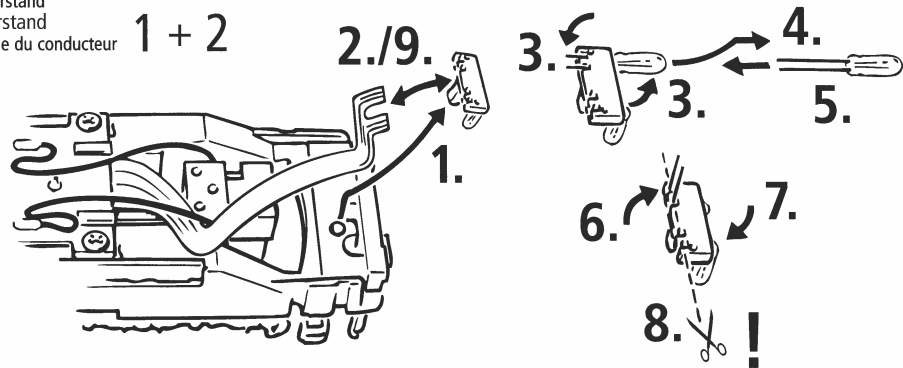
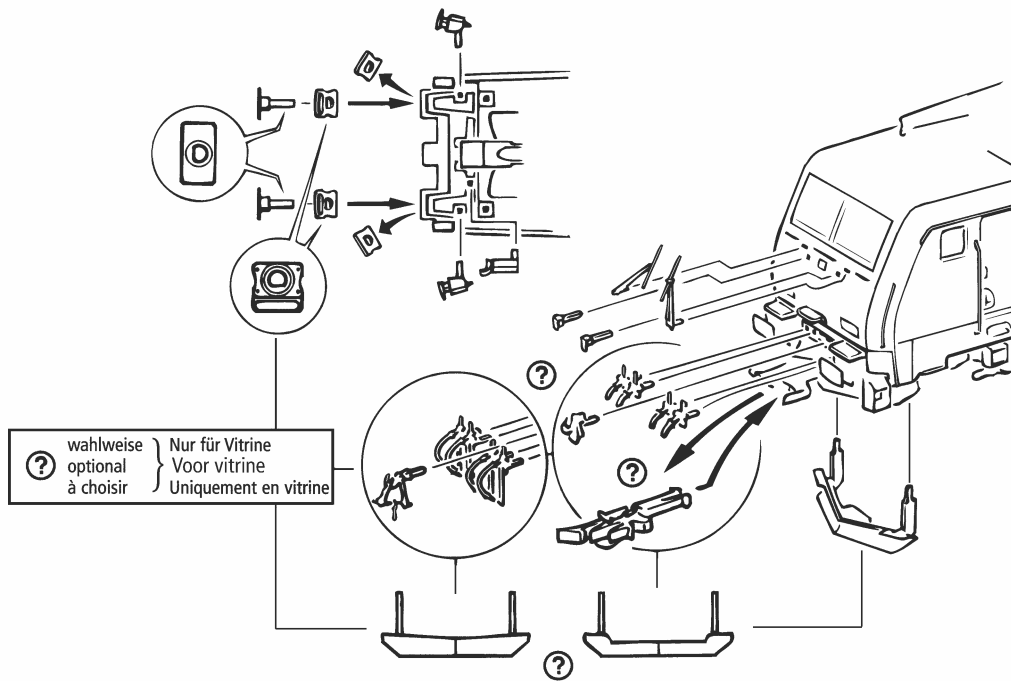

Fig. 9
Fig. 4
2. Schmierung: Versehen Sie die im Schmierplan in Fig. 9 gekennzeichneten Stellen mit nur **kleinen Öltropfen**. Dazu zuerst das Lokgehäuse abnehmen (Fig. 3). Wir empfehlen den **ROCO-Öler** Art. Nr. **10906**. Zur Schmierung der Getriebeteile (Zahnräder, Schnecke - Fig. 4) empfehlen wir das **ROCO-Spezialfett 10905**. Im Falle der Schmierung diese Teile bitte nicht ölen.
4. Haftreifenwechsel: Zuerst den Getriebedeckel abnehmen (Fig. 4). Danach den **Radsatz** herausnehmen und den **Haftreifen** mit einer Nadel oder mit einem feinen Schraubendreher abziehen. Beim Aufziehen des neuen Haftreifens bitte darauf achten, dass dieser sich **nicht verdreht**.
2. Graissage: N'appliquez qu'une **très petite goutte** aux endroits indiqués par le plan de graissage (fig. 9). Nous vous recommandons le **graisseur à huile ROCO réf. 10906**. Pour graisser les engrenages (roues dentées, vis sans fin - fig. 4) nous vous conseillons la **graisse spéciale Roco réf. 10905** pour engrenages en matières synthétiques. Lorsque vous utilisez cette graisse il faut éviter d'huiler ces composants.
4. Échange des bandages d'adhérence: Démontez le **couvercle du carter** des engrenages (fig. 4). Delogez ensuite les essieux bandagés et enlevez, à l'aide d'une aiguille ou d'un tourne-vis fin les bandages d'adhérence. Lors du montage des nouveaux bandages veuillez veiller à ce que les bandages **ne soient pas tordus**.
2. Het smeren: Op de aangegeven punten slechts een enkel oliedruppeltje (Fig. 9). Daartoe wel eerst het lochuis verwijderen (Fig. 3). Wij adviseren Rovo-smeerolie art. 10906. Voor het smeren van de aandrijving (tandwielen, wormwielen, etc.) adviseren wij Roco-smeervet art. 10905. Let op. Geen olie gebruiken waar smeervet zit (fig. 4).
4. Vervangen van antislipbandjes: Verwijder de dekplaat (Fig. 4). en til het wielstel eruit. Met een naald of kleine schroevendraaier kunt u de band verwijderen (fig. 4). Bij het omleggen van een nieuwe band dient u erop te letten dat deze niet is verdraaid.